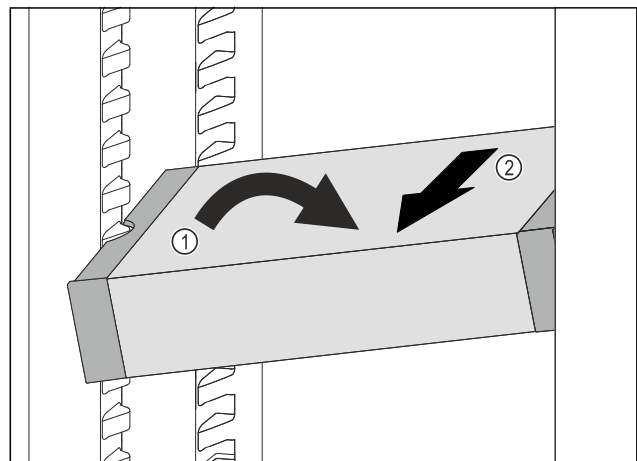

Fig. 109
- ▶ Incliner le VarioSafe dans la partie réfrigérateur. Fig. 109 (1)
- ▶ Sortir le tiroir VarioSafe par l'avant. Fig. 109 (2)